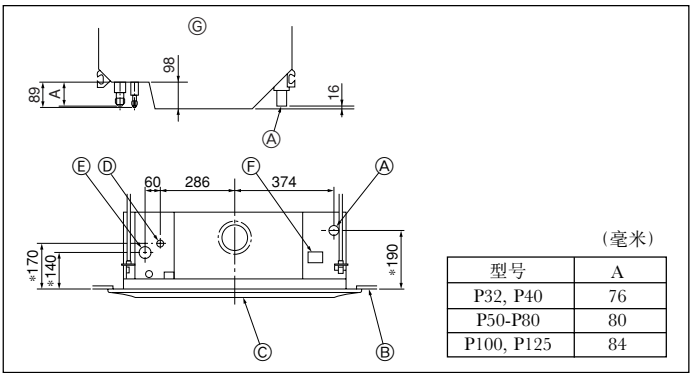
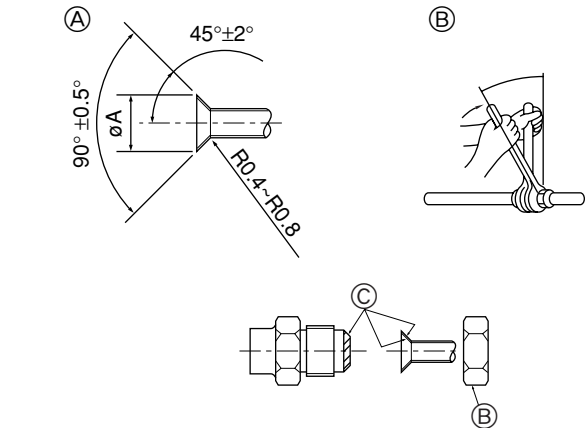

Fig. 3-1
Fig. 3-2
- 在图中标有*的数字代表主机的尺寸，但不包括选购的多功能窗扉尺寸。(Fig. 3-1)
- ④ 排水管
- ⑤ 天花板
- ⑥ 格栅
- ⑦ 致冷剂管（液体）
- ⑧ 致冷剂管（气体）
- ⑨ 供水内管
- ⑩ 主机
3.2. 连接管道 (Fig. 3-2)
④ 扩口切割尺寸